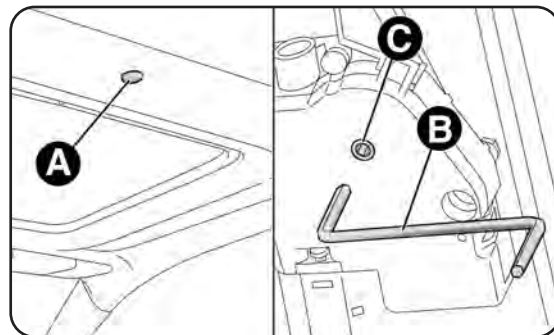

fig. 65
- quite el tapón de protección A-fig. 65 ubicado en el revestimiento interior, entre las dos cortinas;